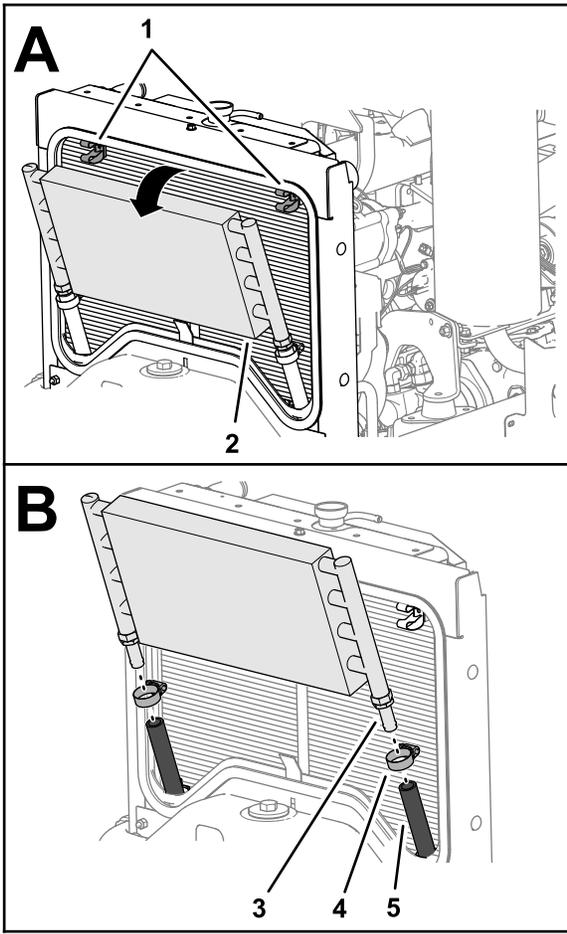

图14
4. 向后拉液压冷却器顶部并取出2个夹具图14。
- 卸下将软管固定至液压油冷却器底部宝塔接头的2个软管夹图14。
- 将冷却器与软管分开将冷却器从机器上卸下图14。